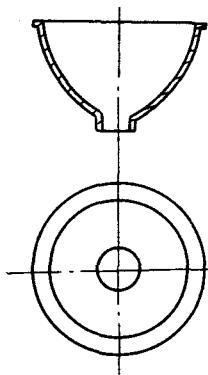
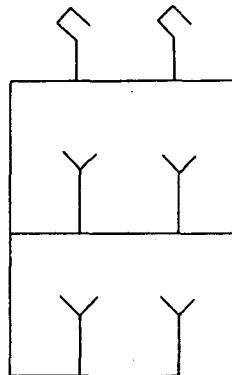

图 1-15
图 1-16
1) 汽车灯反光镜镀铬挂具：工件形状见图 1-15。挂具形状见图 1-16。图中所示的夹爪具有弹性，可采用黄铜丝或弹簧钢丝制作。对于凹面较深的反光镜电镀，除使用挂具外，还应选用适当的辅助阳极。